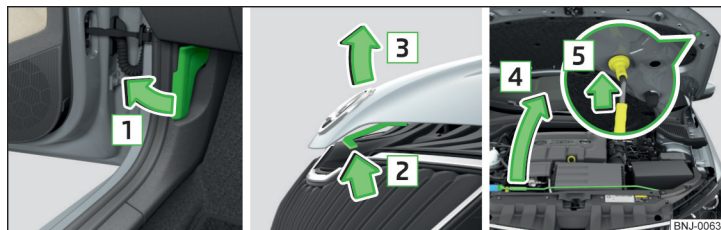

Fig. 165 Åbning af motorhjelm
- Træk i udløserarmen under instrumentpanelet i pilens retning **1** » Fig. 165.
Løft aldrig motorhjelmen ved at tage fat i udløserarmen » Fig. 165.